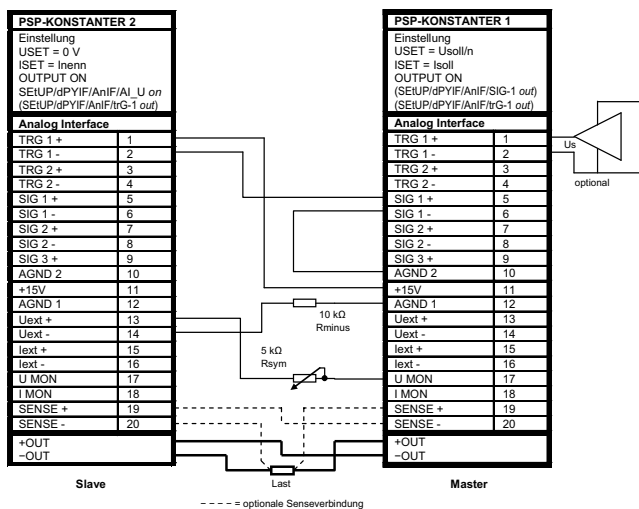

Bild 7.10.2 Verdrahtung für Master / Slave Serienschaltung
- Verkoppeln Sie Master- und Slave-Gerät(e) wie in Bild 7.10.2 dargestellt.
- Damit wie im Beispiel Bild 7.10.2 der OUTPUT ON Zustand der Slaves mit dem OUTPUT ON Zustand des Masters über die Signalausgangs- und Triggereingangsbeschaltung geschaltet wird, muss am Master „SETUP/dPYIF/AnIF/SiG-(x1) out“ und an den Slaves „SETUP/dPYIF/AnIF/trG-(x2) out“, (x1) und (x2) im Beispiel jeweils 1, eingestellt werden.